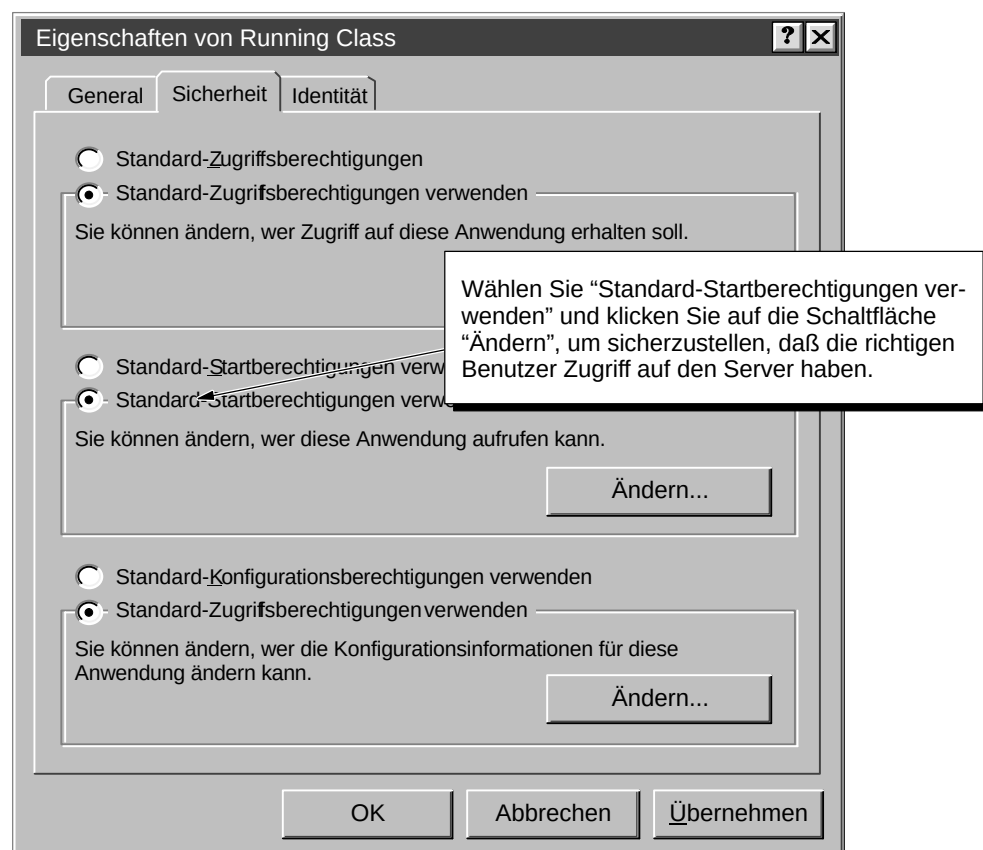

Bild E-10 Einrichten der DCOM-Zugriffsberechtigungen für den Server
2. Wählen Sie "Standard-Zugriffsberechtigungen verwenden" und klicken Sie auf die Schaltfläche "Ändern" (siehe Bild E-10).